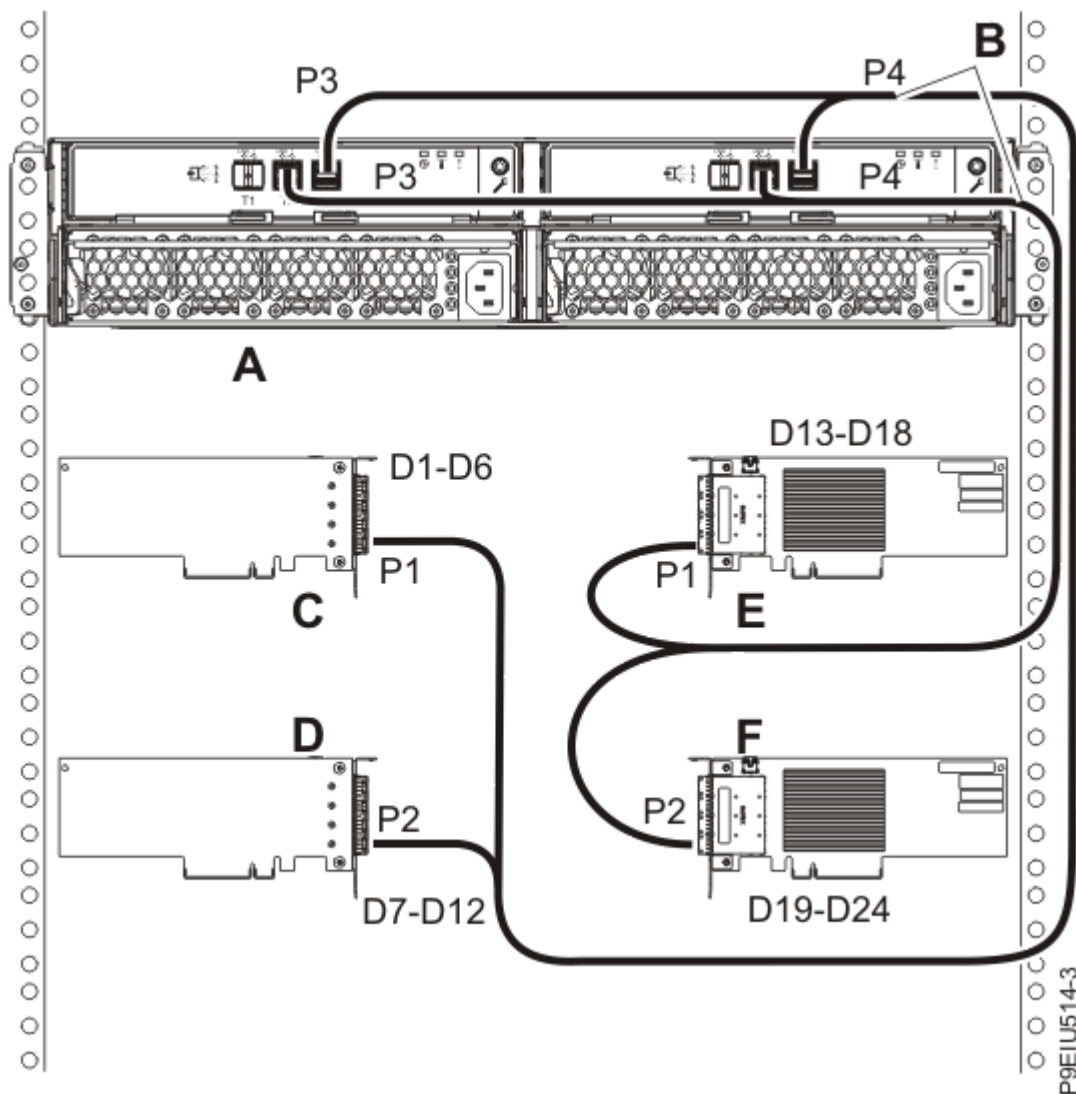

Figure 23. Connexion de mode 4 d'une armoire de stockage ESLL ou ESLS avec des câbles X12 à quatre adaptateurs SAS FC EJ0J ou FC EJ0M indépendants
23. Réalisez une connexion de mode 4 d'une armoire (A) avec des câbles X12 (B) à quatre adaptateurs SAS FC EJ0J ou FC EJ0M indépendants comme illustré dans la Figure 23, à la page 29. Passez ensuite à l'étape «Connexion des câbles et des cordons d'alimentation et installation des capots», à la page 30.